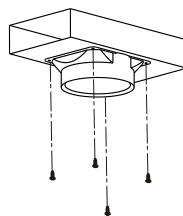
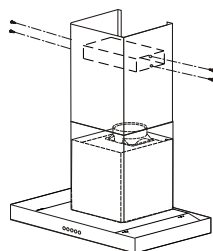

Fig. 8
Fig. 6
– Installer l'adaptateur de gaine sur le déflecteur (fig. 8).
– Installer le déflecteur (fig. 8) dans la cheminée supérieure au niveau des ouïes d'aération (fig. 6).